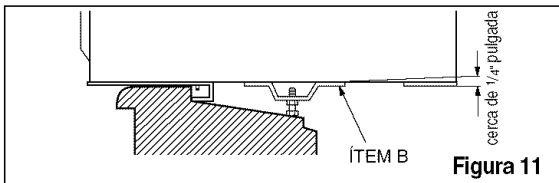

Figura 11
- 10** El gabinete debe instalarse con una inclinación muy ligera (cerca de 1/4 pulgada, 6.35 mm) hacia abajo y hacia fuera (Figura 11).